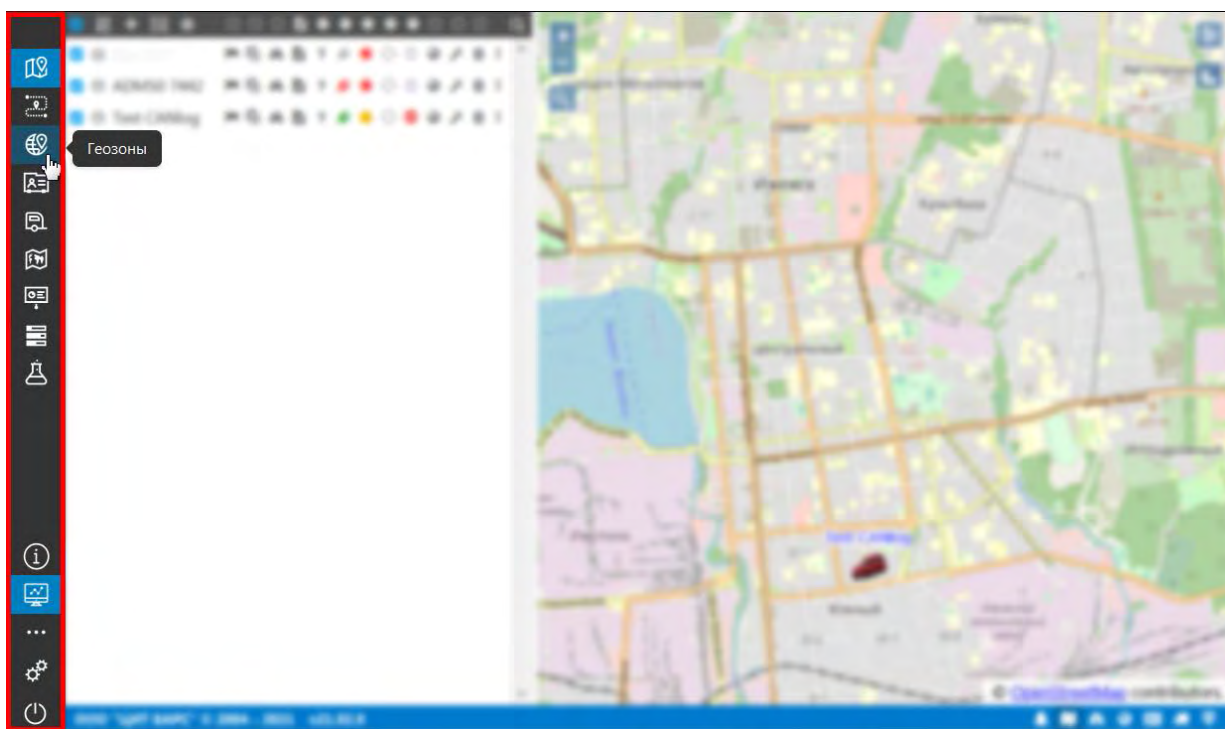
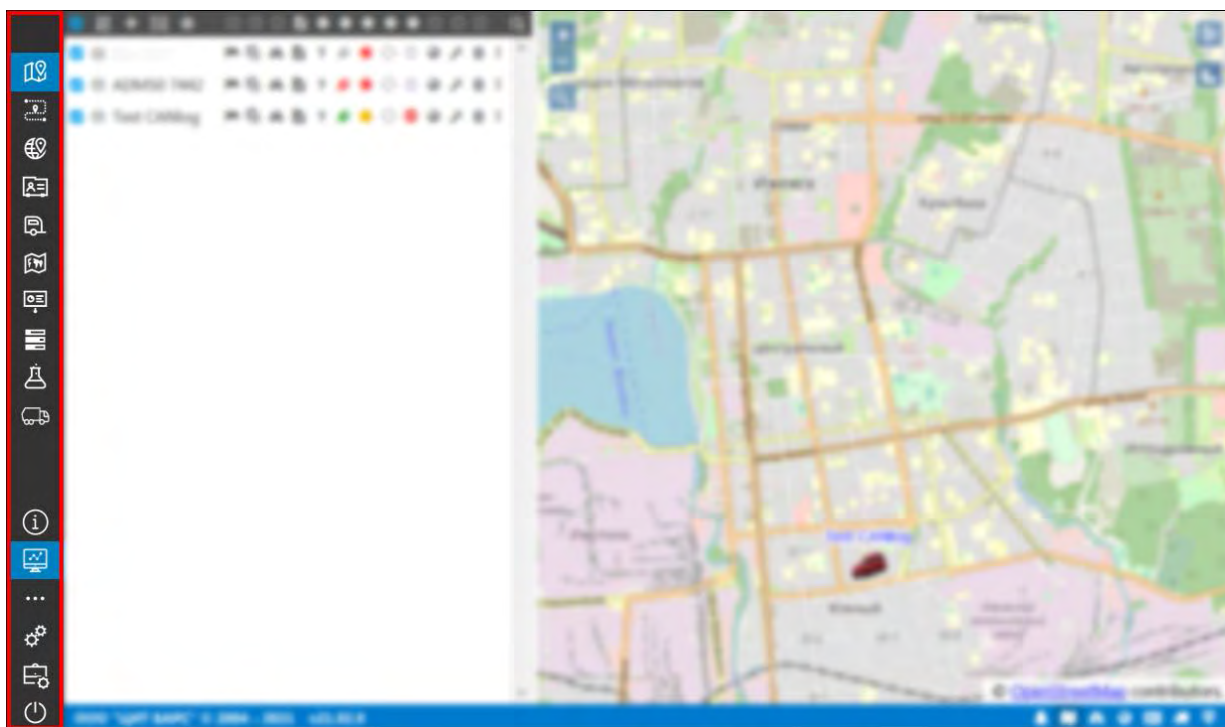

Рис. 4.1. Основное меню.
Рис. 4.5. Основное меню для пользователя с правами дилера.
- ✓ **Основное меню.** Находится в левой части окна (рис. 4.1 и рис. 4.5). Предназначено для перехода по разделам программы. При наведении курсора мыши на иконку раздела появляется всплывающая подсказка с его названием.